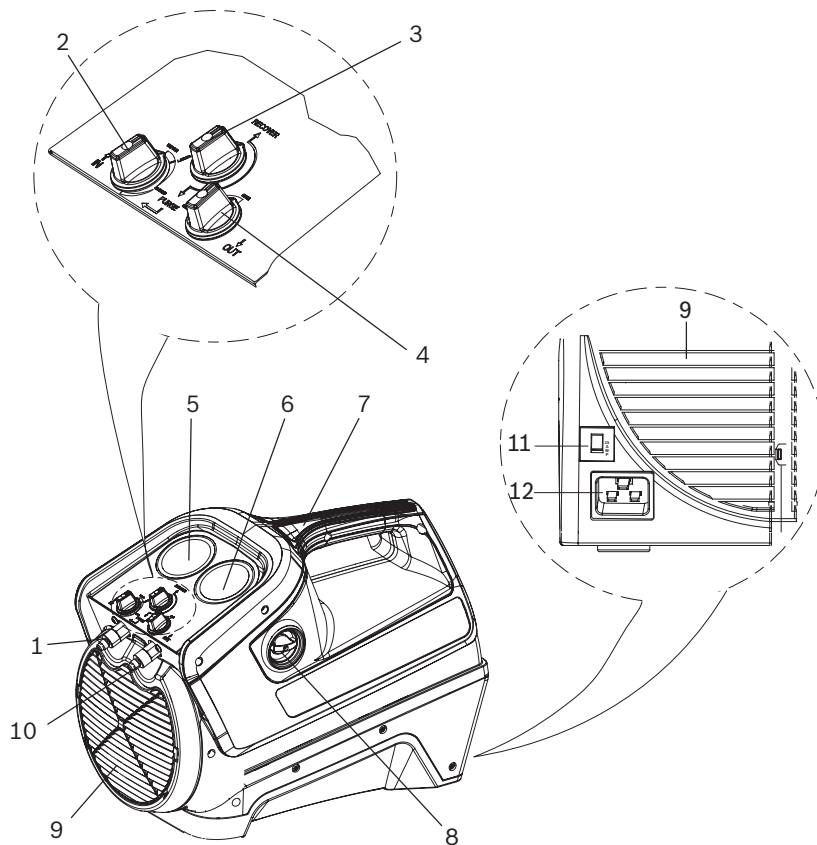

Fig. 1: Visión general del RG8.0 / RG4.0
- Puerto de entrada (Fig. 1, Pos. 1): Se utiliza para conectar el RG8.0 / RG4.0 a un sistema de Sistema de A/A o refrigeración con un filtro
- Puerto de salida (Fig. 1, Pos. 10): Se utiliza para conectar el RG8.0 / RG4.0 al depósito de refrigerante.
- Válvula de control de entrada (Fig. 1, Pos. 2) - Se utiliza para:
- Válvula de control de salida (Fig. 1, Pos. 4): Se utiliza para controlar el flujo de salida del refrigerante del RG8.0 / RG4.0 al depósito de refrigerante
- Válvula de recuperación / purga (Fig. 1, Pos. 3) - Se utiliza para:
- Manómetro de entrada (Fig. 1, Pos. 5): Mide la presión en la entrada del RG8.0 / RG4.0.
- Manómetro de salida (Fig. 1, Pos. 6): Mide la presión en la salida del RG8.0 / RG4.0.
El interruptor principal (Fig. 1, Pos. 8) permite encender y apagar el RG8.0 / RG4.0.